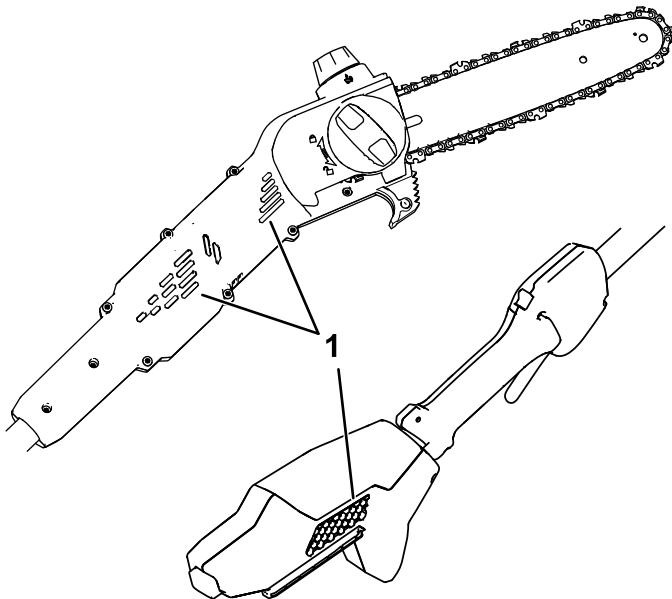

Figure 10
1. Assurez-vous que les événets sur l'élagueuse sont exempts de poussière et de débris (Figure 10).